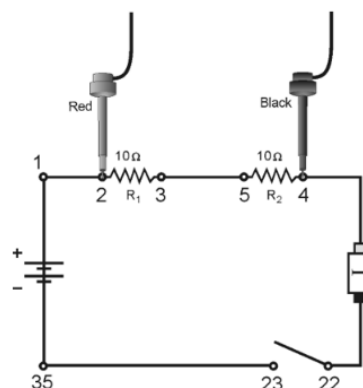

Abbildung 2
- Verkabeln Sie die Reihenschaltung aus den beiden 10Ω -Widerständen wie in *Abbildung 2* zu sehen. Beachten Sie, dass mit dem Spannungsfühler die an beiden Widerständen anliegende Spannung gemessen wird. Der rote Anschluss des Stromsensors sollte in Richtung des +Anschlusses der Spannungsversorgung liegen.